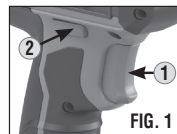

FIG. 1
BOUTON AVANT/RETOUR/VERROUILLAGE (2) (FIG. 1) : Ce bouton présente trois paramètres : Avant (pour entailler les câbles), Retour (pour ramener la lame) et Verrouillage (pour empêcher l'outil de fonctionner dans une direction ou l'autre).